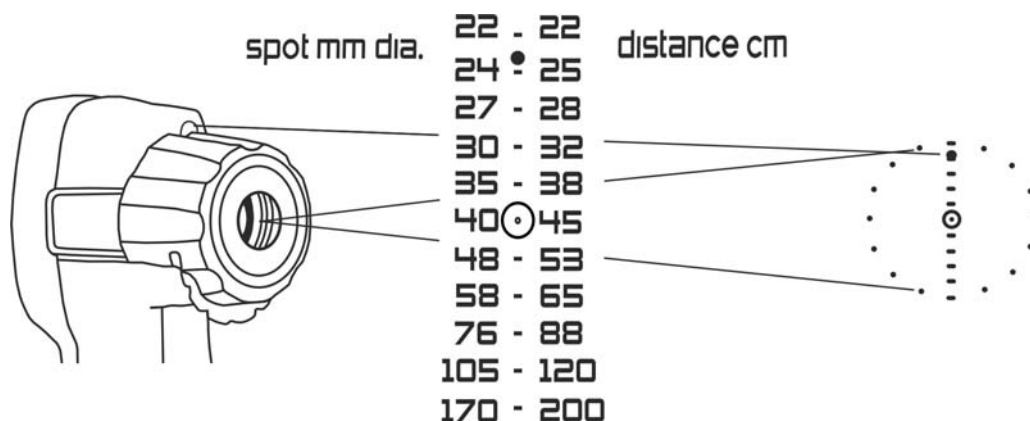

Abb. 15: Aktivierung der Laser-Pointer
4. Drücken und halten Sie die Trigger Taste **T** zur Aktivierung der Messung und richten Sie das Gerät auf den Gegenstand aus, dessen Temperatur Sie messen möchten. Der punktierte Laser-Pointer auf der Oberseite des Geräts (siehe Abb. 1 – Teil 1) und der Bereich-Laserstrahl werden auf den zu messenden Gegenstand ausgerichtet (siehe Abb. 15).